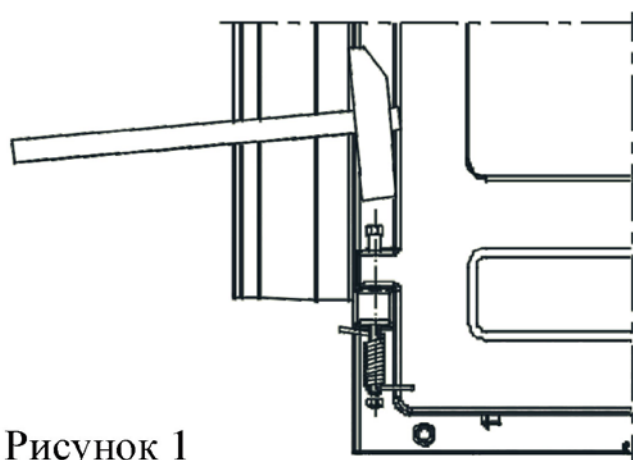

Рисунок 1
- Закройте дверь, снимите переднюю панель, снимите штифт из нижней петли, вставьте винт, чтобы он выступал около 15 мм из шарнира. Закрепите пружину на винте и натяните ее за один конец, уперев его в край двери. Удерживая пружину в этом положении, нажмите на винт и закрутите гайку (смотри Рисунок 1).